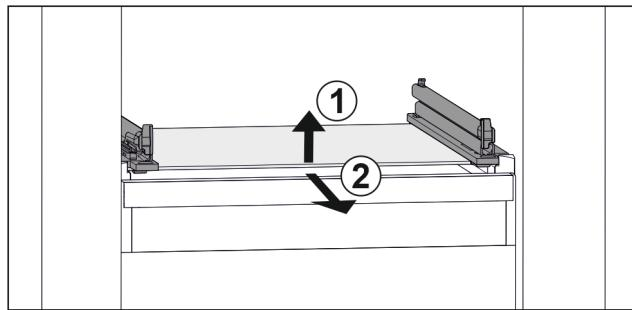

Fig. 46 Примерное отображение стеклянной пластины
- Приподнимите стеклянную пластину спереди. Fig. 46 (1)
- Извлеките стеклянную пластину движением вперед. Fig. 46 (2)